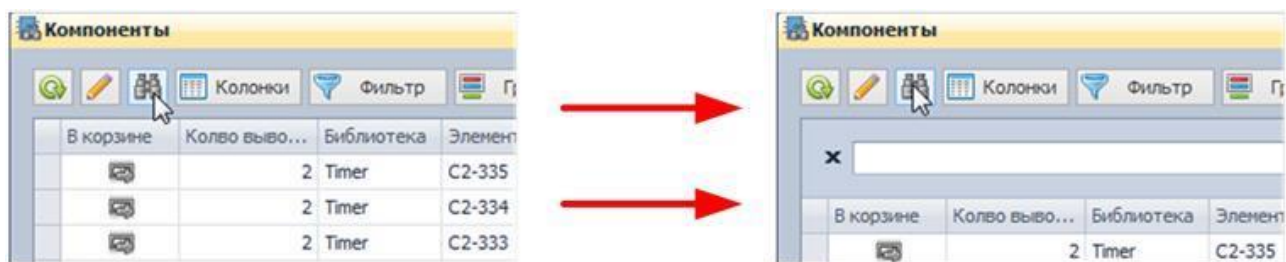

Рис. 768. Отображение панели поиска
1. Нажмите на кнопку  - «Панель поиска», которая расположена на панели инструментов. Над таблицей отобразится панель поиска, см. Рис. 768. На рисунке стрелками указана последовательность действий.